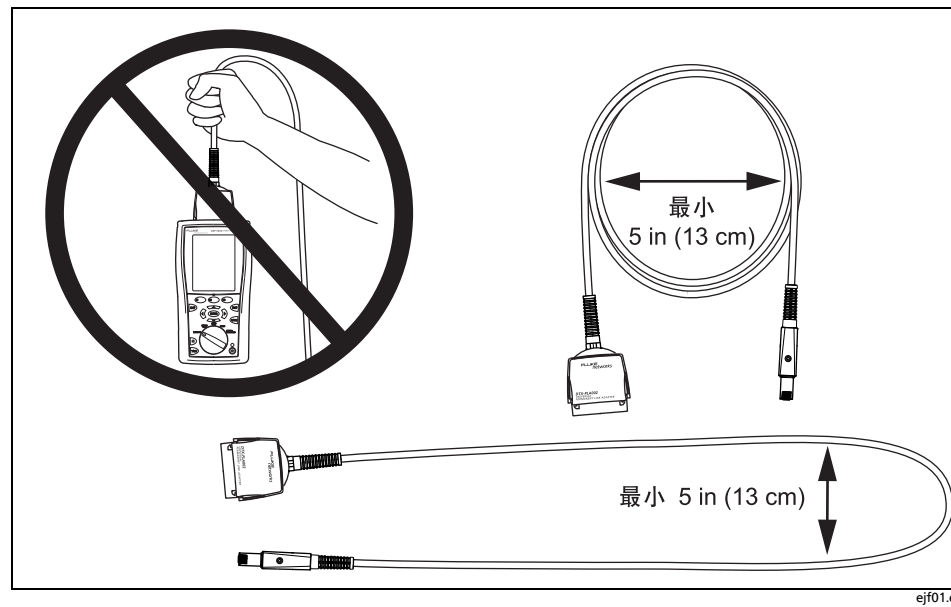

图 1. 操作指南
- 切勿夹紧、弯曲或挤压适配器的电缆。请遵守图 1 和 3 中所示的操作指南。